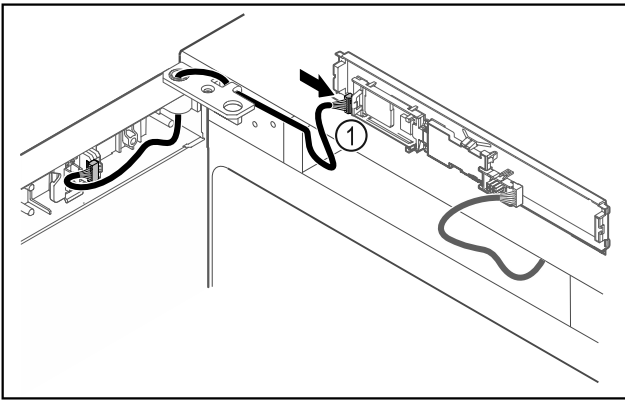

Fig. 44
- ▶ Enchufar el conector Fig. 44 (1) en la platina.